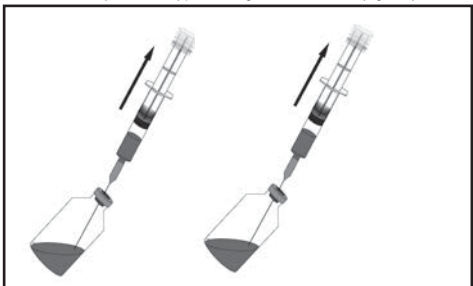

Figura 8.
- 2.1 Prelevare il farmaco con 2 siringhe da 60 ml, 37,5 ml di farmaco in ogni siringa (75 ml in totale). Lasciare una piccola bolla d'aria in ciascuna siringa di caricamento (1 ml o meno) per una migliore miscelazione. (Figura 8).